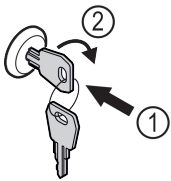

Fig. 45
- ▶ Zatlačte kľúč Fig. 45 (1).
- ▶ Otočte kľúč o 90° v smere hodinových ručičiek Fig. 45 (2).